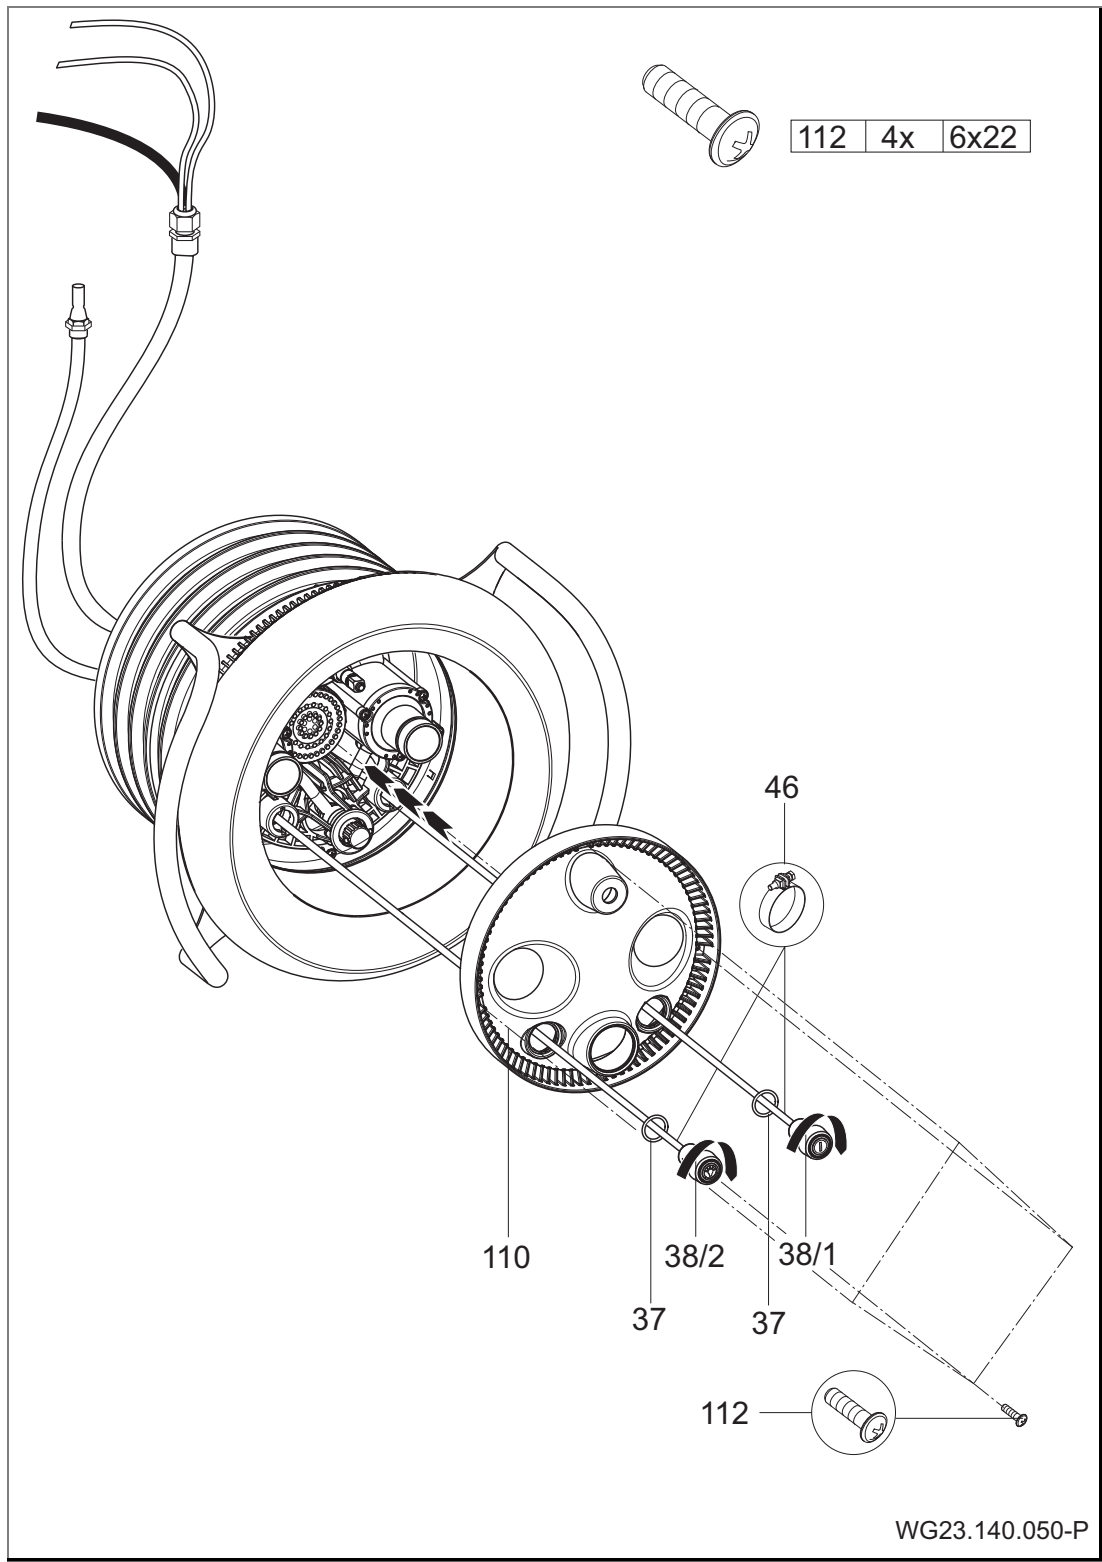

Fig. 18
10. Pasar los tubos neumáticos a través de los agujeros inferiores o externos de la cubierta de luz (110); ON/OFF enlaces de luz, ON/OFF bomba a derecha. Alinear la cubierta de luz (110) centrada en la caja de boquillas (102.1) y fijarla con cuatro tornillos con rosca cortante (112). (Fig. 18)
11. Insertar un anillo toroidal (37) en cada pulsador neumático (38/1; 38/2). Fijar los tubos neumáticos en los pulsadores correspondientes con las sujeciones de tubo (46). Introducir los dos pulsadores neumáticos a través de la cubierta de luz (110) en la caja de boquillas y bloquearlos mediante giro en sentido de las agujas del reloj. (Fig. 18)